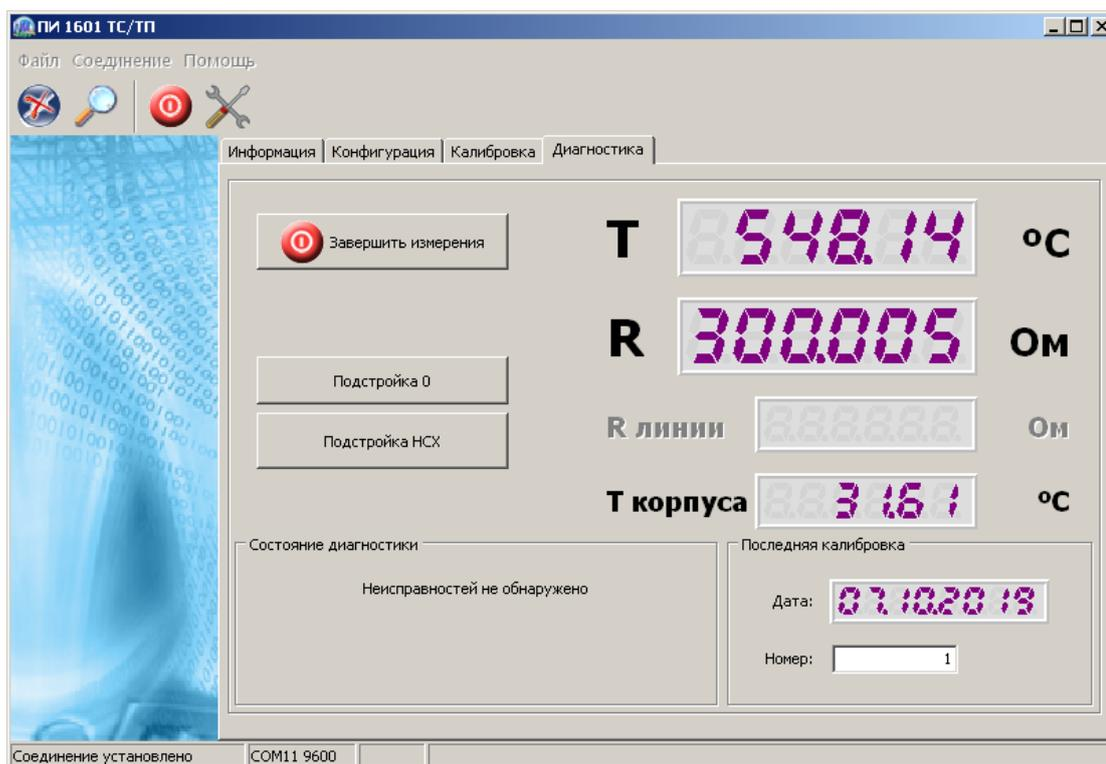

Рисунок 7 – Вкладка «Диагностика»
1.8.4 Для проведения подстройки нуля, поместите датчик температуры в нулевой термостат. Во вкладке СПО «Диагностика» (см. рисунок 7) включите режим диагностики нажатием кнопки «Начать измерения».